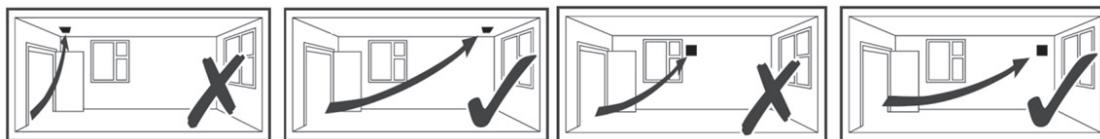

Fig.1: QF100SX5CON
1. Velg og følg det aktuelle koblingsskjemaet. (Fig. 1, 2 eller 3)
Se fig. 1, 2, 3, 4, 5 og 6
– Vifte med én hastighet. Styres av fjernkontrollen (f.eks. lysbryter eller autosensor) Fig.1.
QF100SX5CON – vifte med én hastighet. Styres av fjernkontrollen (f.eks. lysbryter eller autosensor) Fig.1.